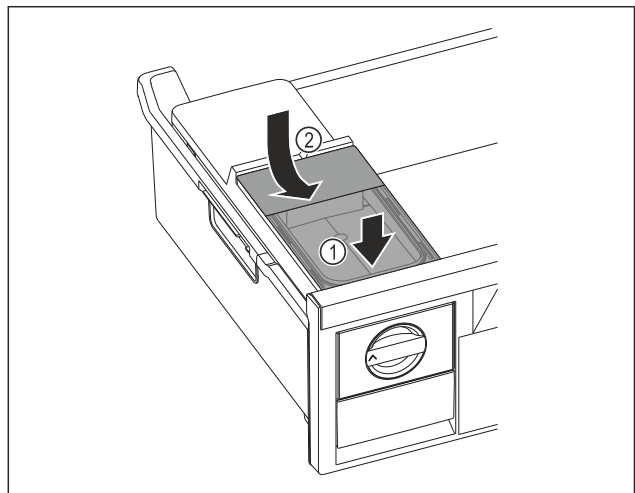

Fig. 126
- ▶ Wassertank vorne ansetzen. Fig. 126 (1)
- ▶ Wassertank hinten absenken. Fig. 126 (2)